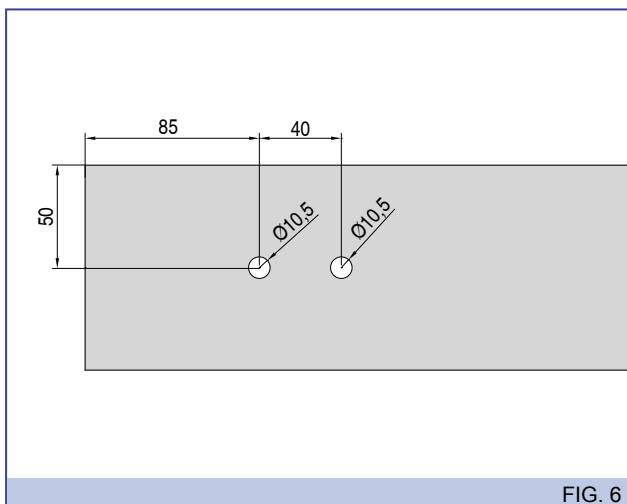

FIG. 6
7. Praticare due fori Ø10,5mm nelle due estremità del profilo traverso, facendo riferimento alle dimensioni indicate in Fig.6.
8. Fissare il profilo traverso (E) ai due supporti avvolgitore (F) con le viti, nei fori praticati in precedenza (Fig.6).